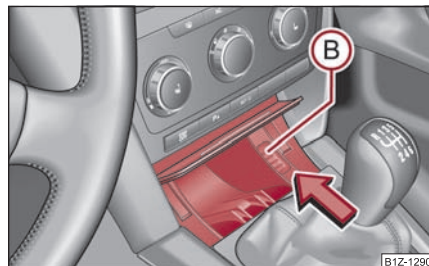

Fig. 113 Extraer el suplemento del cenicero delantero
- Presione el suplemento de cenicero en la zona **(B)** ⇒ fig. 113 (el suplemento saldrá hacia fuera) y sáquelo.